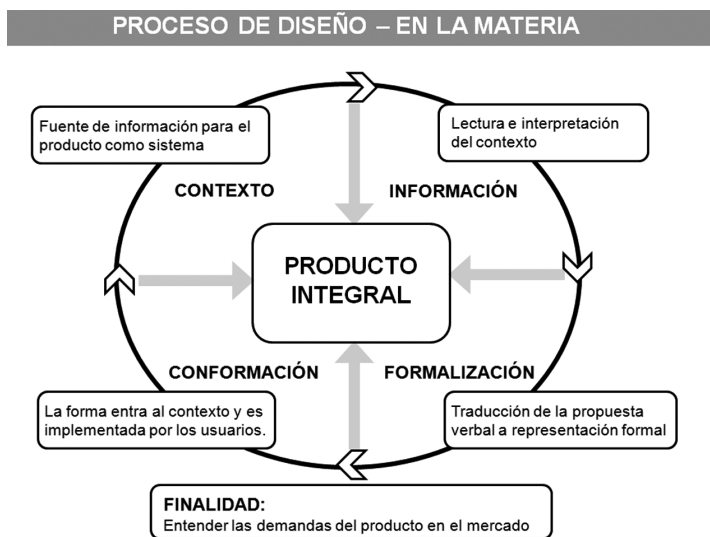
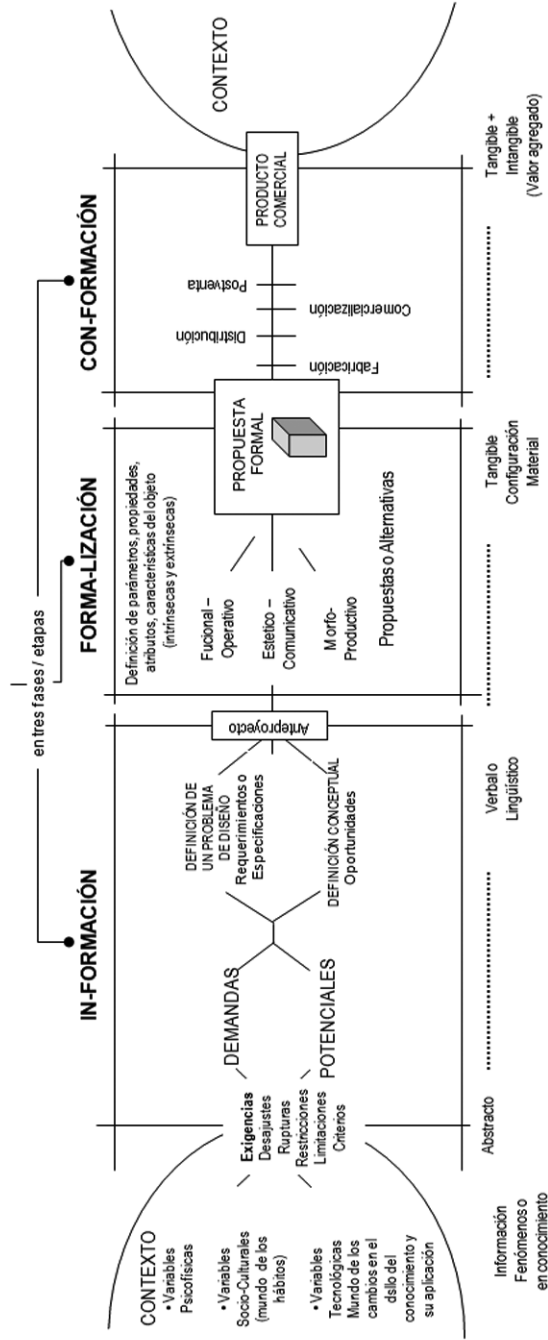

Figura 3: Esquema cíclico del proceso de diseño.
Figura 4: Esquema de las etapas del proceso de diseño con sus principales componentes (PhD. PRADA, Martha S.).
*"El esquema que se propone para modelar el proceso de diseño es cíclico y funciona a manera de sistema, toma información del contexto para definir un problema, formaliza a partir de esa información una solución, y por último la materializa e introduce al contexto del que se parte."*³ (Ver **Figura 3**).
En la Figura 3, se expone la finalidad de cada una de las tres etapas del proceso de diseño. Una vez aclarados los propósitos de cada fase, es pertinente demostrar de manera concisa, las actividades que se proponen al estudiante para llevar a cabo con éxito cada uno de los asuntos relacionados para concebir la integralidad del producto industrial (Ver **Figura 4**).